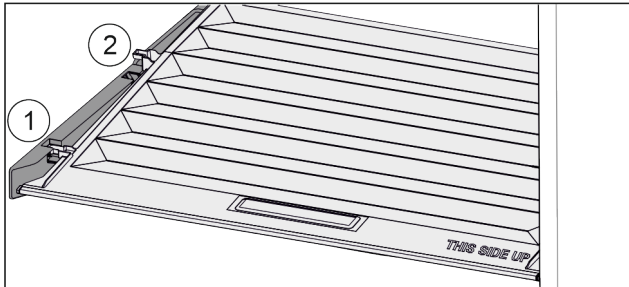

Fig. 126
- ▶ Издърпайте напред Fig. 126 (1) капака до отвора в задържащите части.
- ▶ Повдигнете го отзад отдолу и отстранете Fig. 126 (2) нагоре.